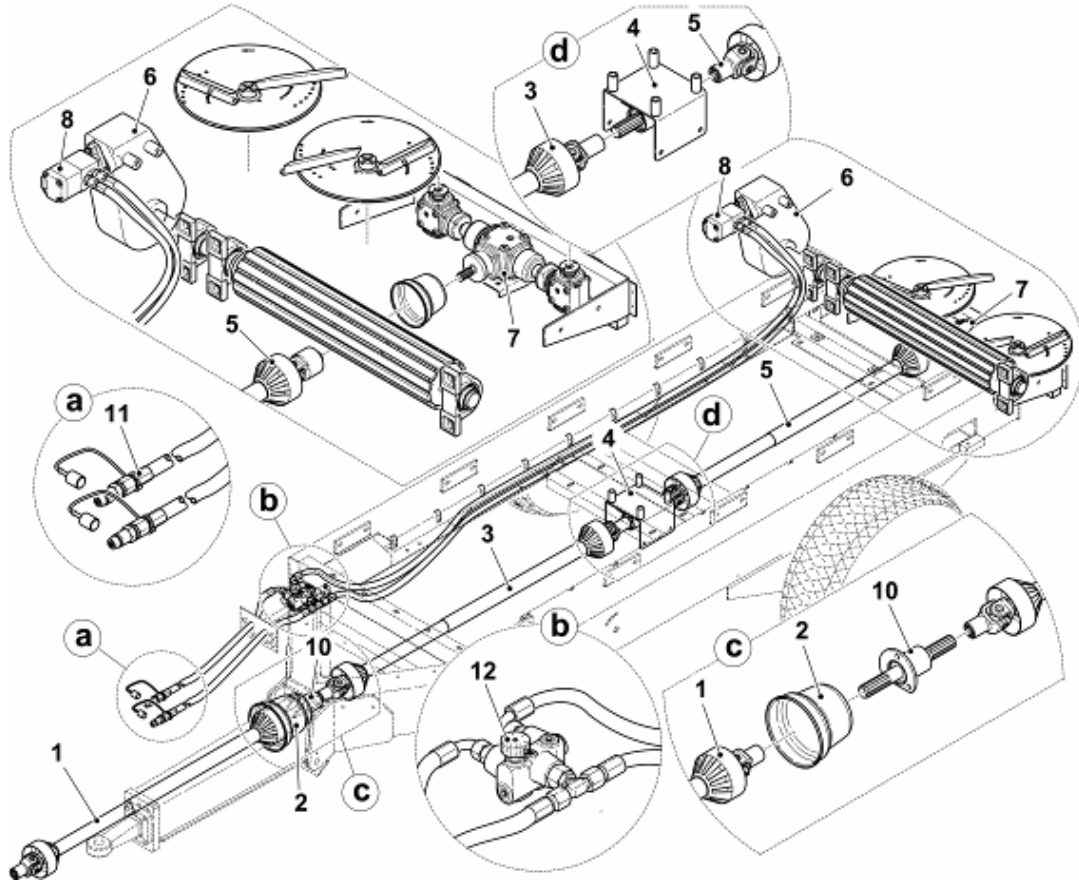
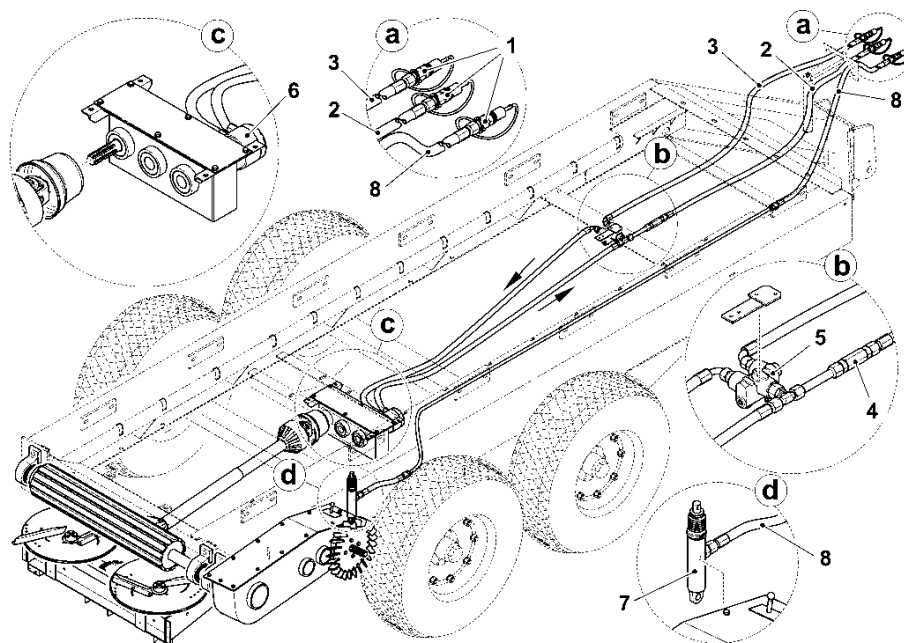

Рис.3 – Схема гидропривода напольного конвейера и механический привод дисков
Рис. 7 – Гидравлическая система
Гидравлический привод напольного транспортера (опция) – (Рис. 3) получается с помощью гидравлического двигателя (8), установленного на редукторе (6), которая прикреплена к барабану ременной передачи. Скорость движения конвейера зависит от количества масла, подаваемого в гидравлический двигатель, которое можно регулировать с помощью регулятора расхода масла (12), установленного на дышле распределителя. Скорость движения контролируется контроллером КР-03, который является оборудованием машины.
Гидравлическая система машины – (Рис. 7) Гидравлическая система используется для привода высевающих дисков, а также для разблокировки шпорного колеса из транспортного положения и его повторной блокировки в транспортном положении. Также можно использовать гидравлическую систему для привода напольного конвейера, расположенного в нижней части грузового отсека (опция - рис. 3).